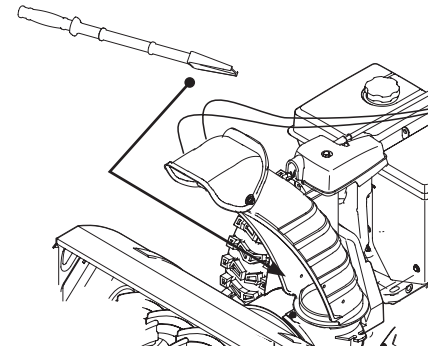

Figure 3-16
4. Utilisez le côté en forme de pelle de l'outil de dégagement pour déplacer et retirer la neige et la glace à l'intérieur et autour de la goulotte. Utilisez toujours l'outil de dégagement de la goulotte. N'utilisez jamais vos mains. Consultez le document Pièces et garantie pour commander l'outil de dégagement de la goulotte. Voir Figure 3-16.